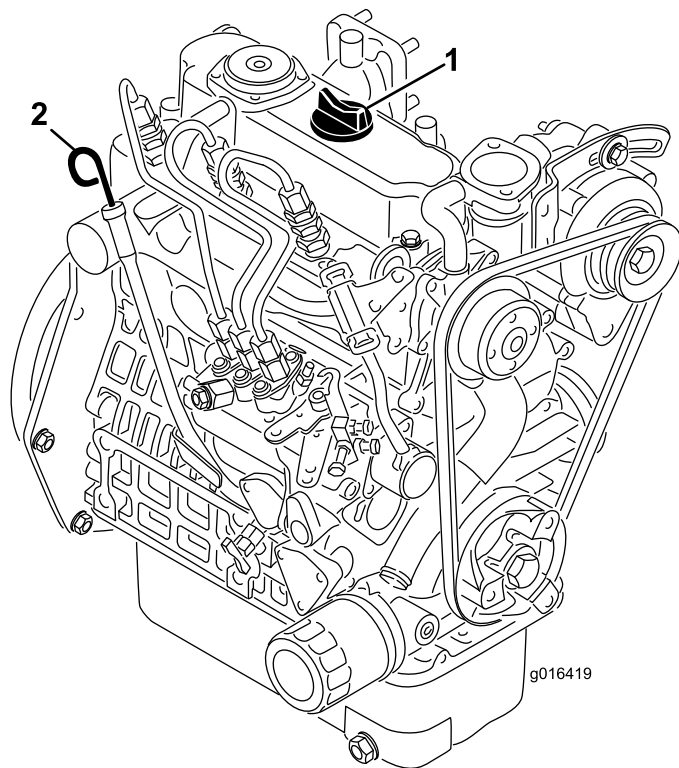

Figure 22
2. Retirez la jauge et essuyez-la sur un chiffon propre (Figure 22). Remettez la jauge dans le tube en l'enfonçant complètement. Sortez la jauge du tube et vérifiez le niveau d'huile. Si le niveau est trop bas, retirez le bouchon de remplissage du couvre-culasse et ajoutez **lentement** la quantité d'huile nécessaire pour faire monter le niveau jusqu'au repère maximum de la jauge. Versez l'huile lentement et vérifiez souvent le niveau durant la procédure. **Ne remplissez pas excessivement.**